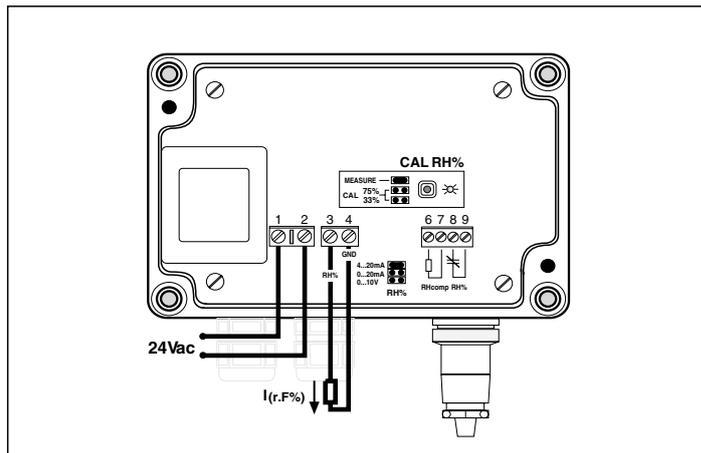
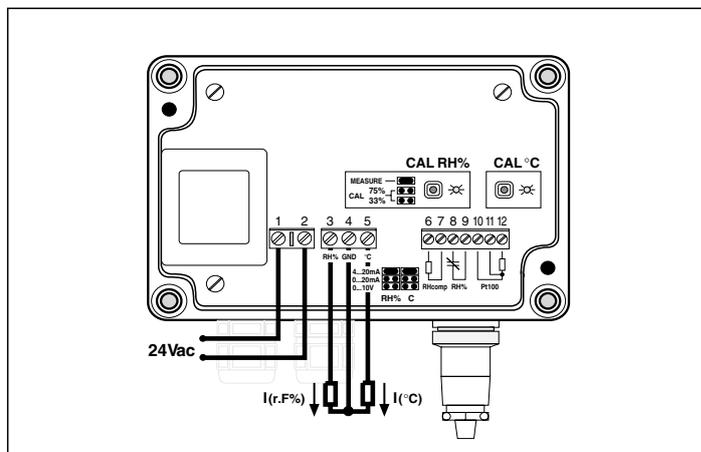

Fig. 1 Anschlussplan des Feuchtetransmitters mit Stromausgang.
Fig. 2 Anschlussplan des Temperatur-/ Feuchtetransmitters mit Stromausgang.
- Das Gerät nach dem Anschlussplan mit Betriebsspannung versorgen (siehe Fig. 1 für Transmittertyp HD2011T... und Fig. 2 für HD2012T...)
- Der Temperaturmesskreis des Transmitters HD2012T... ist nach Bild 2 anzuschliessen. Das Pt100-Kalibriergerät muss auf die dem Ausgangsstrom 4mA entsprechende Temperatur eingestellt werden. (um z.B. den Temperaturbereich von -10°C bis +120°C einzustellen, muss das Kalibriergerät auf -10°C bzw. der Widerstandswert auf 96.06 Ω eingestellt werden. Wenn die Sonde durch einen Widerstandswert kalibriert wird, wird zwischen den Anschlussklemmen 10 und 11 (mit Klemmen 9 und 10 im Kurzschluss) der Widerstandswert von 96.06 Ω geschaltet.